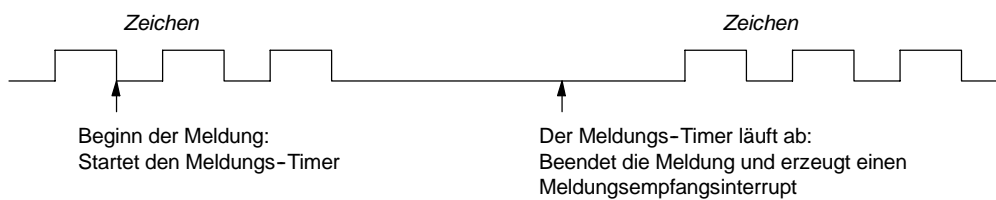

Bild 6-13 Beenden der Operation Meldung in Zwischenspeicher empfangen mit dem Meldungs-Timer
3. **Meldungs-Timer:** Der Meldungs-Timer beendet eine Meldung nach einer bestimmten Zeit nach dem Beginn der Meldung. Der Meldungs-Timer beginnt zu zählen, sowie die Startbedingung(en) für die Funktion zum Meldungsempfang erfüllt ist/sind. Der Meldungs-Timer läuft ab, wenn die Anzahl an Millisekunden, die in SMW92 oder SMW192 angegeben wurde, abgelaufen ist (siehe Bild 6-13).